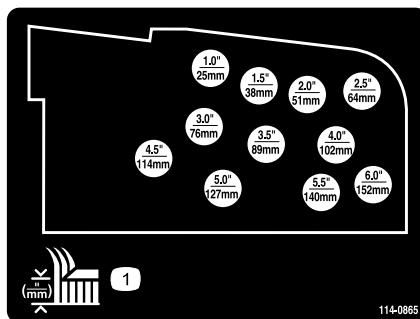

Bild 26
- Montieren Sie die Schnitthöhenketten im gewünschten Schnitthöhenloch (Bild 26) und befestigen Sie sie mit dem Splint und dem Lastösenbolzen.